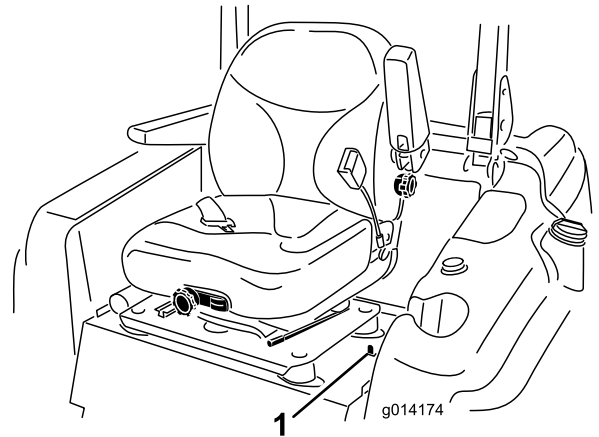

図 15
1. 運転席の左側に配置されている座席固定ラッチを後ろに倒すと、運転席全体を前に倒せるようになる(図 15)。